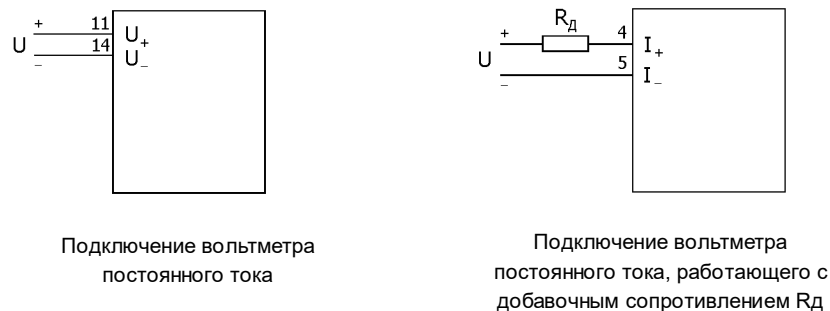

Рисунок 3.17 – Подключение одноканального вольтметра постоянного тока PZ195U
- (1) Измеряемое напряжение прибора не должно превышать верхней границы диапазона измерения, равной 1,2 номинального значения. В противном случае используйте на входе напряжения переменного тока соответствующий измерительный трансформатор напряжения. В случае подключения нескольких приборов переменного тока их входные цепи напряжения присоединяются к обмотке трансформатора напряжения параллельно. Для измерения напряжений постоянного тока больше 750 В используйте вольтметр с токовым входом, предназначенный для работы с дополнительным сопротивлением, которое включается последовательно с токовым входом вольтметра (клеммы 4 и 5, рисунок 3.17).